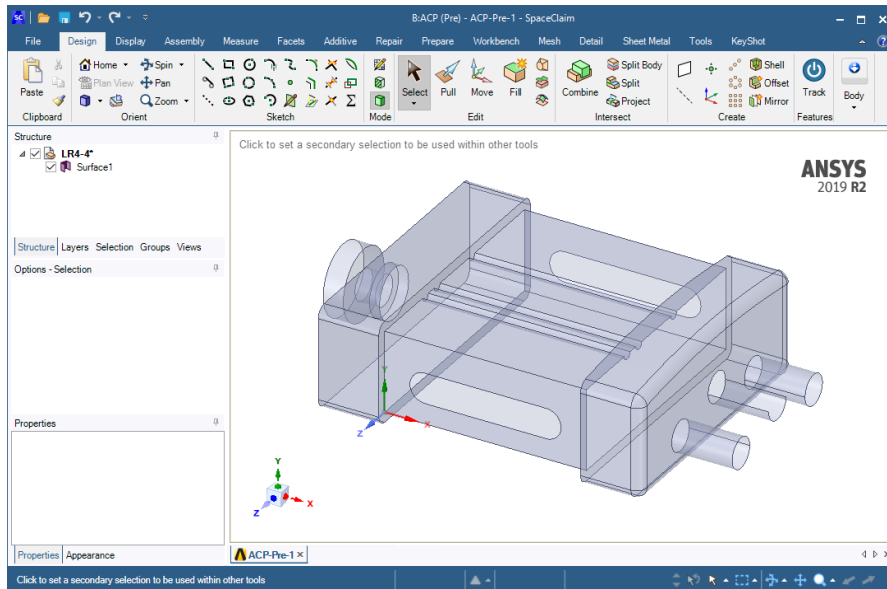

Рис. 17. Импортированная геометрия
5. Повторяем пункт 3 во втором проекте ACP (Pre) для схемы № 4 (рис. 17). Особенность этой геометрии в том, что она является цельной оболочкой сложной формы, а не как предыдущая геометрия, состоящая из нескольких отдельных участков.